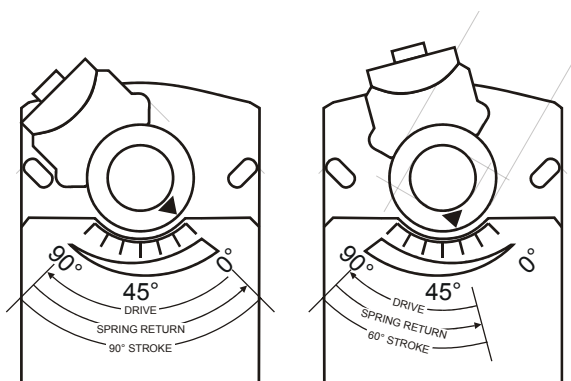

Рис. 5. Сужение рабочего хода
3. Поверните муфту в желаемое начальное положение, угол которого определяется по шкале. См. Рис. 5.
**ПРИМЕР:** Установка соединительной муфты в начальное положение приблизительно  $35^\circ$  (как обозначено на корпусе) ограничивает рабочий ход до  $60^\circ$  (см. Рис. 5).